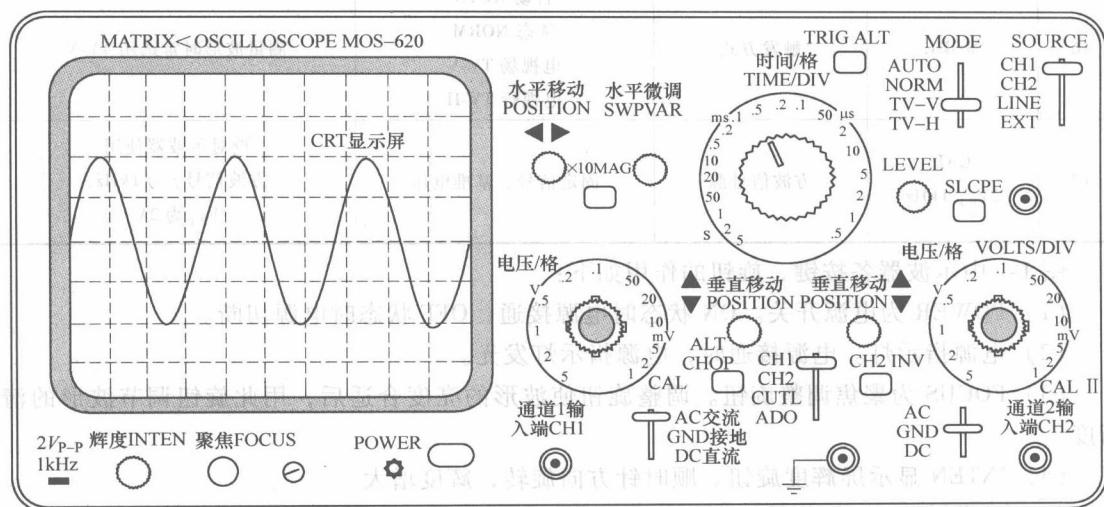

图 1-1 MATRIX < OSCILLOSCOPE MOS—620 型示波器的面板示意图
1. 功能 这里以 MATRIX < OSCILLOSCOPE MOS—620 型示波器为例进行介绍，其他型号大同小异，请参照使用。MATRIX < OSCILLOSCOPE MOS—620 型示波器的面板示意图如图 1-1 所示，其面板常用按键、旋钮的功能见表 1-1。